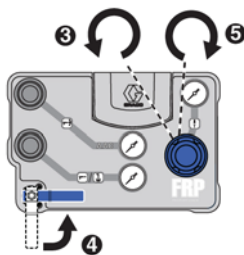

ABB. 18
6. Den Druckregler für die Hauptluftversorgung vollständig gegen den Uhrzeigersinn drehen, um den Druck zu entlasten, und auf Null Druck stellen. Siehe ABB. 18.
7. Den Kugelhahn der Hauptluftversorgung in die geöffnete Stellung drehen. Siehe ABB. 18.
8. Den Druckregler für die Hauptluftversorgung langsam im Uhrzeigersinn drehen, bis die Pumpe sich zu bewegen beginnt und von selbst einen Hubwechsel vornimmt. Nie weiter aufdrehen als bis 20 psi (0,14 MPa, 1,4 bar). Siehe ABB. 18.